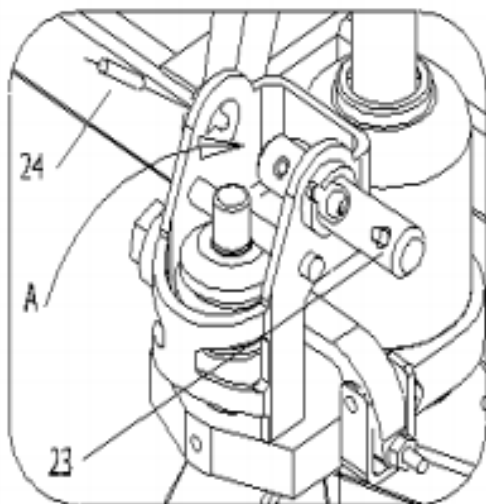

Рис. 1
1. Пожалуйста, обратитесь к рис. 1 и вытяните стержень вала 23.